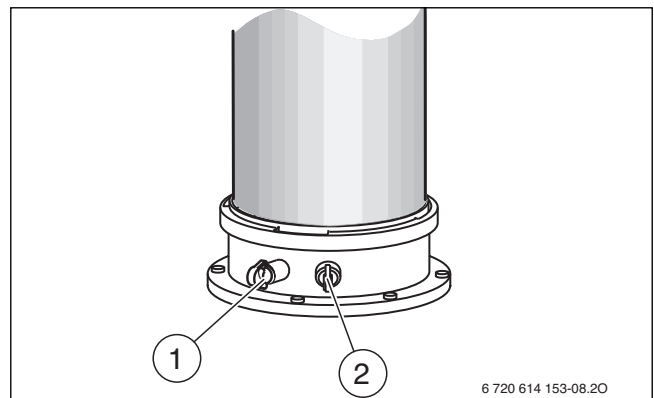

Bild 98
- ▶ Stopfen am Verbrennungsluft-Messstutzen [2] entfernen (→ Bild 98).
- ▶ Stopfen am Abgassondestutzen [1] entfernen (→ Bild 98).